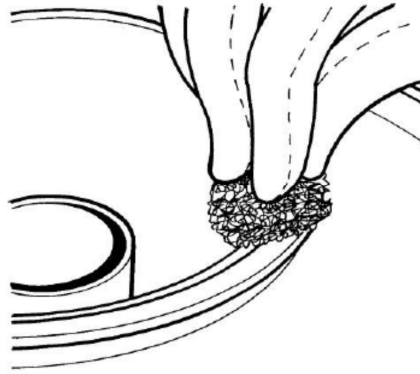

Fig. 17
5. Sehr sorgfältig den Kesselhals säubern und das *multifunktionelles ventil* so positionieren, dass das Rohr in die mittige Öffnung passt (Fig. 17).